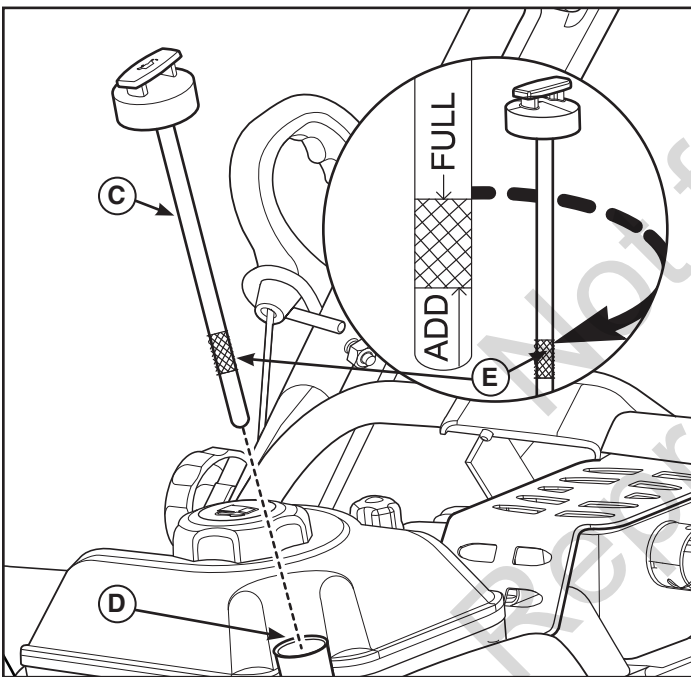

Figure 13
4. Retirez la jauge d'huile (C, Figure 13) et essuyez-la à l'aide d'un chiffon propre.
5. Versez lentement l'huile dans le graisseur du moteur (D). NE PAS trop remplir. Attendez une minute et vérifiez à nouveau le niveau d'huile.
7. Retirez la jauge d'huile et vérifiez le niveau d'huile. Elle devrait atteindre le haut de la marque « PLEIN » (E) sur la jauge d'huile.